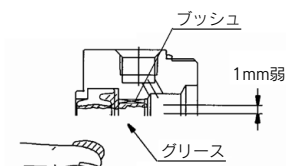

図6 ロッドパッキン
- ③7 ロッドパッキンA : グリースをパッキンとブッシュ内周全体にわたって塗布してください。(図6参照)